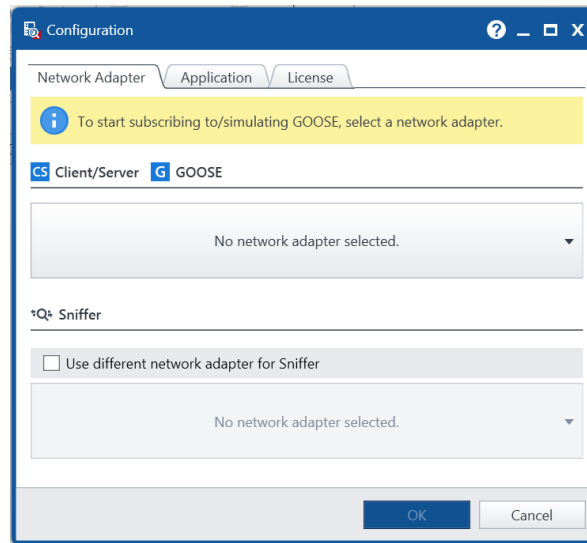

Imagen 411_Selección de adaptador para simulación.
6.1.9 A continuación, seleccionaremos el adaptador sobre el que se va a simular que observamos en la **Imagen 411**.